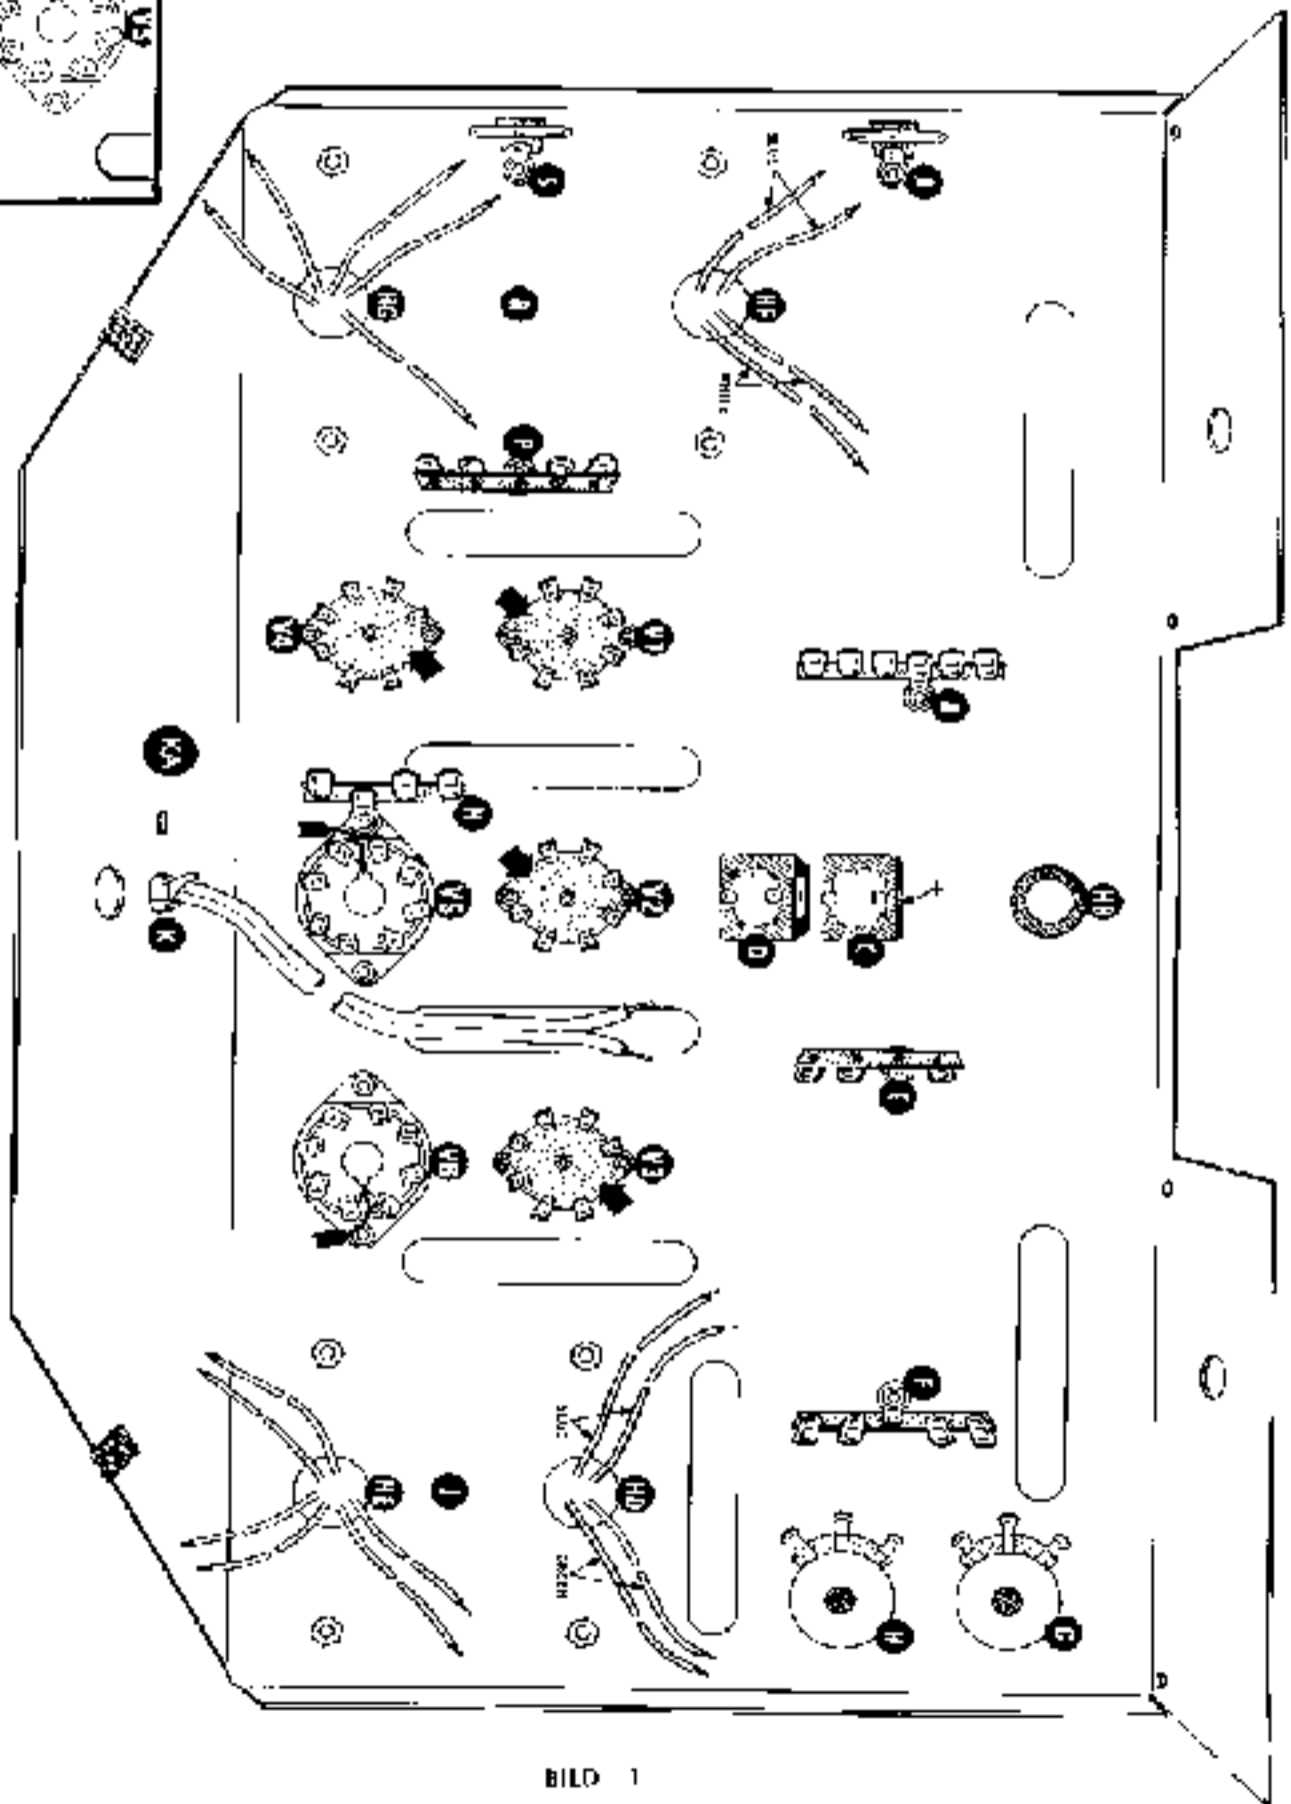
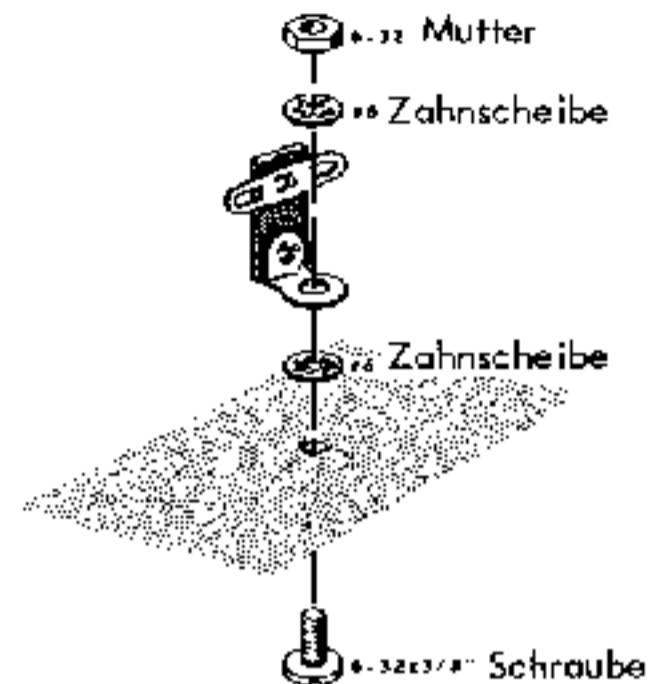

BILD 1
ABBILDUNG 1C
Die nachfolgenden Schritte werden in Bild 1 erläutert.
() Legen Sie das Chassis vor sich auf den Arbeitsplatz wie in Bild 1 gezeigt.
HINWEIS: Zuerst werden die sechs Röhrenfassungen montiert. Bei den 7-poligen Pertinax-Röhrenfassungen beginnt die Numerierung der Lötflächen rechts von der freien Stelle oder "Lücke" zwischen den Lötflächen 1 und 7 und läuft im Uhrzeigersinn weiter. Bei den 8-poligen Oktalfassungen beginnt die Numerierung der Lötflächen rechts neben der Führungsnut für den Mittelstift zwischen den Lötflächen 1 und 8 und läuft ebenfalls im Uhrzeigersinn weiter. Achten Sie auf die vorgeschriebene Länge der "Lücke" oder der Führungsnut, die in Bild 1 durch schwarze Pfeile kenntlich gemacht ist.
Als nächstes erfolgt der Einbau der verschiedenen Lötstützpunkte und Lötleisten auf der Chassis-Unterseite. Verwenden Sie zur Montage dieser Bauteile je eine Schraube 6-32x3/8", zwei Zahnscheiben Nr. 6 und eine Mutter 6-32, wie in Abbildung 1C gezeigt. Achten Sie dabei auf die aus Bild 1 ersichtliche Einbaulage der Lötleisten.
- () Bringen Sie - wie die Ausschnittzeichnung auf Bild 1 zeigt - die Kabelschelle, welche später als Zugentlastung für das 3-adrige Netzkabel dienen soll, mit Hilfe einer Schraube 6-32x3/8", einer Zahnscheibe Nr. 6 und einer Mutter 6-32 bei KA auf der Innenseite der Chassis-Rückwand an. Ziehen Sie die Schraube jedoch noch nicht fest.